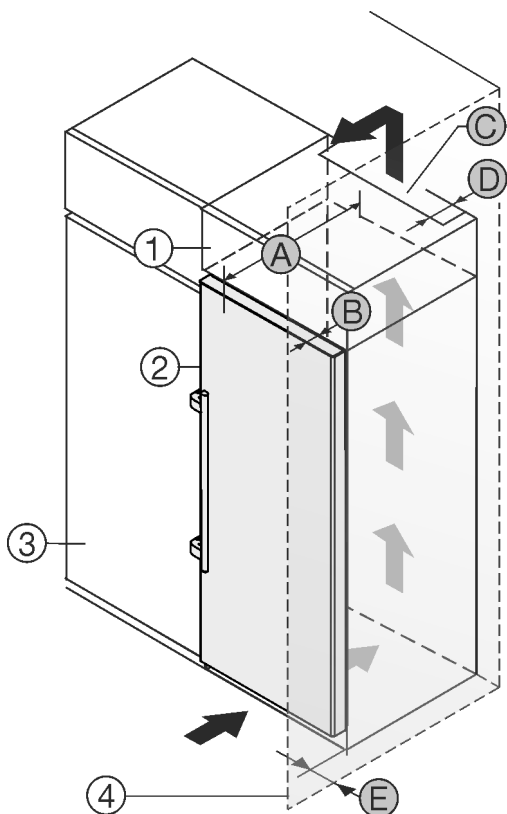

Fig. 2
Můžete přístroj nainstalovat přímo vedle kuchyňské skříňky Fig. 2 (3) .*
Na zadní straně nástavné skříňky musí být větrací šachta hluboká Fig. 2 (D) přes celou šířku nástavné skříňky.*
Pod stropem místnosti musí být dodržen ventilační průřez Fig. 2 (C) .*
Když přístroj instalujete závěsy vedle stěny Fig. 2 (4) , musí být vzdálenost mezi přístrojem a stěnou minimálně 57 mm . To odpovídá přesahu madla při otevřených dveřích.*
Aby bylo možné dvířka plně otevřít, musí přístroj přesahovat o hloubku dveří Fig. 2 (B) vůči přední linii kuchyňské skříňky. V závislosti na hloubce kuchyňských skříňek Fig. 2 (3) a použití vymezovačů odstupů od stěny může přístroj vyčnívat dále.*